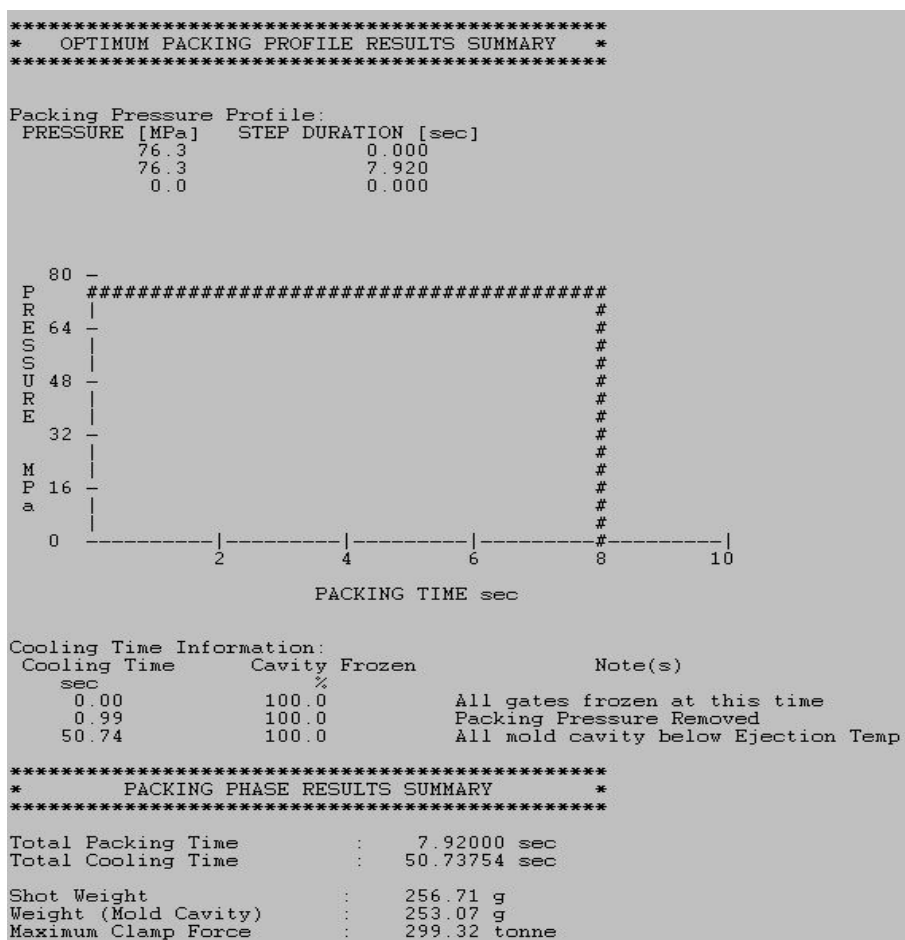

Fig.7. Rezultatele parametrilor optimi de reglaj ai fazei de menținere
2) parametrii de reglaj optimi ai fazei de compactizare sunt prezentați în Fig.7